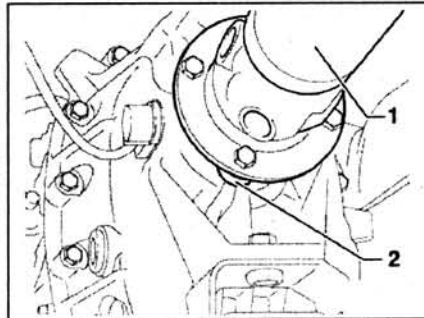

Рис. 4.18. Пометьте положение карданного вала 1 относительно фланца 2.
6. Пометьте положение карданного вала 1 относительно фланца 2 (рис. 4.18). Открутите болты крепления карданного вала 1 к фланцу 2.